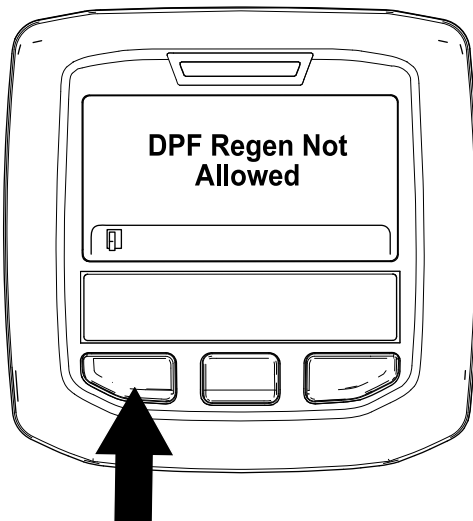

Figure 45
- Si le processus de regeneration n'est pas autorisé par l'ordinateur du moteur, le message « DPF Regen Not Allowed » (régén. FAP non autorisée) s'affiche dans l'InfoCenter (Figure 45). Appuyez sur le bouton gauche pour quitter l'écran d'accueil.